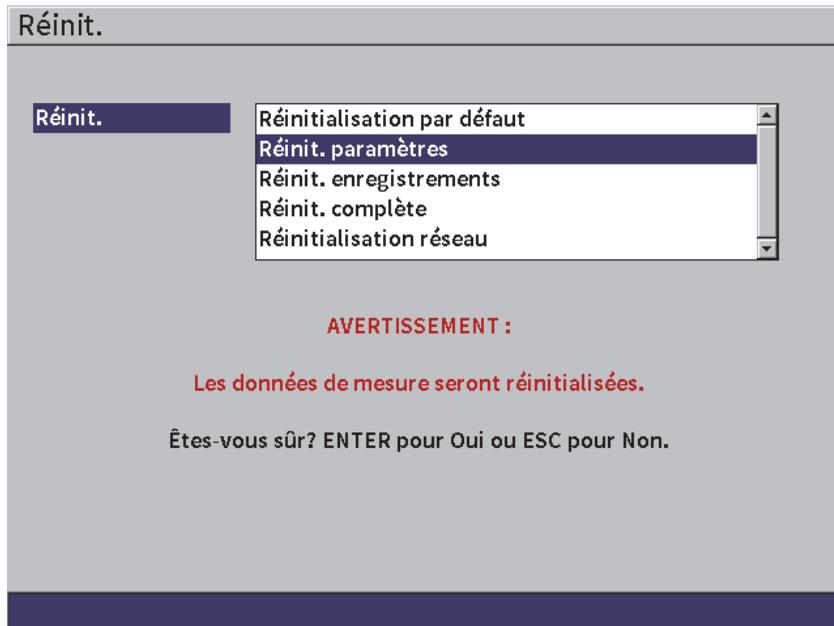

Figure 5-13 Page de réinitialisation des paramètres
Cette page vous permet de réinitialiser certains paramètres système aux paramètres d'usine par défaut (voir Figure 5-13 à la page 75). Un avertissement s'affiche pour vous aviser que les données sélectionnées seront réinitialisées (effacées).
- ◆ Sélectionnez l'icône  pour ouvrir la page de configuration de la **Réinitialisation** (voir Figure 5-13 à la page 75).